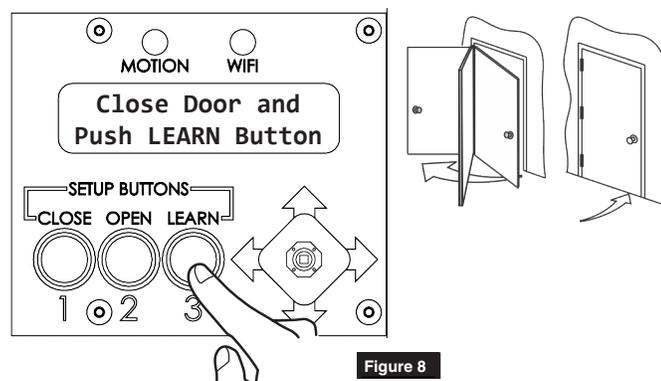

Figure 8
5. L'opérateur doit maintenant apprendre ses réglages internes. Appuyez et relâchez le bouton APPRENTISSAGE sur la console. Le voyant DEL BLEU APPRENTISSAGE se met à clignoter et la porte s'ouvre graduellement. Laissez la porte s'ouvrir et se fermer sans interférence. (Figure 8)